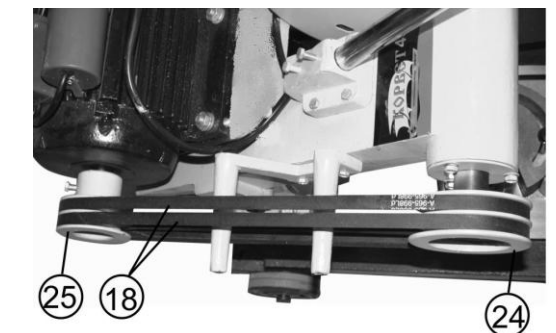

Рис. 8
10.2.3. Перед регулировкой положения шкива (19) двигателя (8) относительно шкива (17) необходимо ослабить фиксацию болта (26). Для проверки взаимного положения шкивов (17 и 19) используйте ровную металлическую линейку (не комплектуется), Рис. 8.
13. ЗАМЕНА РЕМНЕЙ ПРИВОДА (Рис. 8)